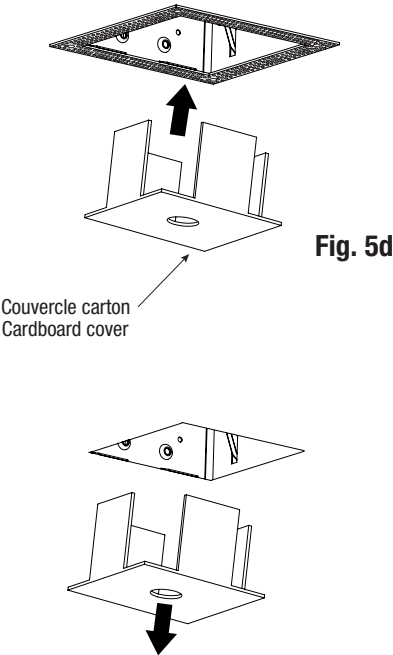

Fig. 5d
7. Seal the aperture of the luminaire housing into the ceiling with cardboard cover provided (Fig. 5d).
9. Boucher l'ouverture du boîtier du luminaire dans le plafond avec le couvercle de carton fourni (fig. 5d).